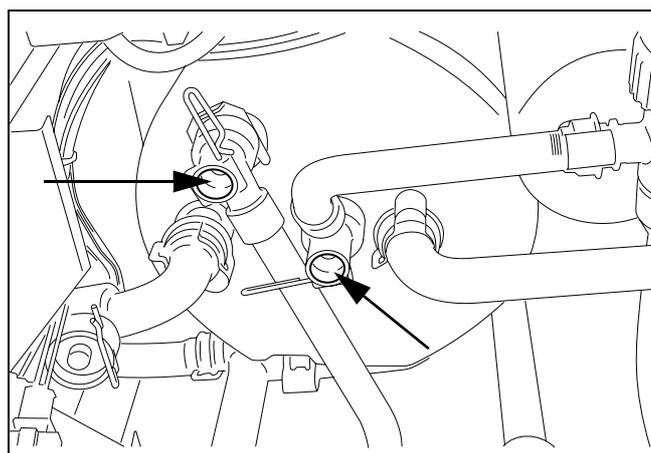

Fig. 41 Lavaggio dell'accumulatore di calore
- Estrarre la sonda di standby e quella dell'acqua calda e montare al posto dei sensori i collegamenti richiesti per il lavaggio (fig. 41).